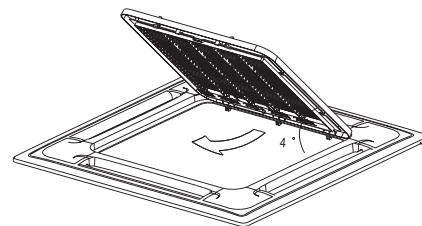

Рис. 5-7
- Приподнимите решетку под углом 45 градусов, а затем снимите её (рис. 5-7).